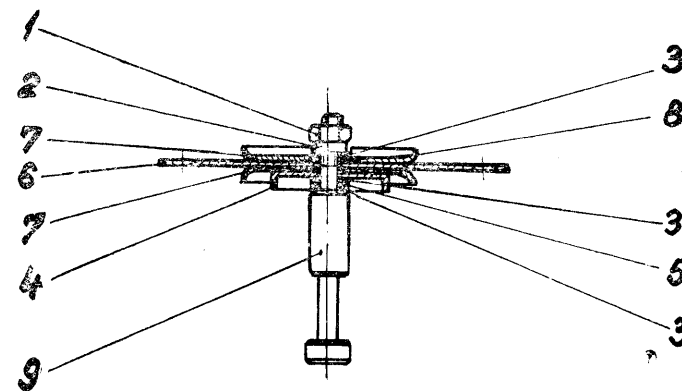

Abb. 55. Stößel, montiert.
3.9.1.2. Auseinanderbau des Stößels (Abb. 55).